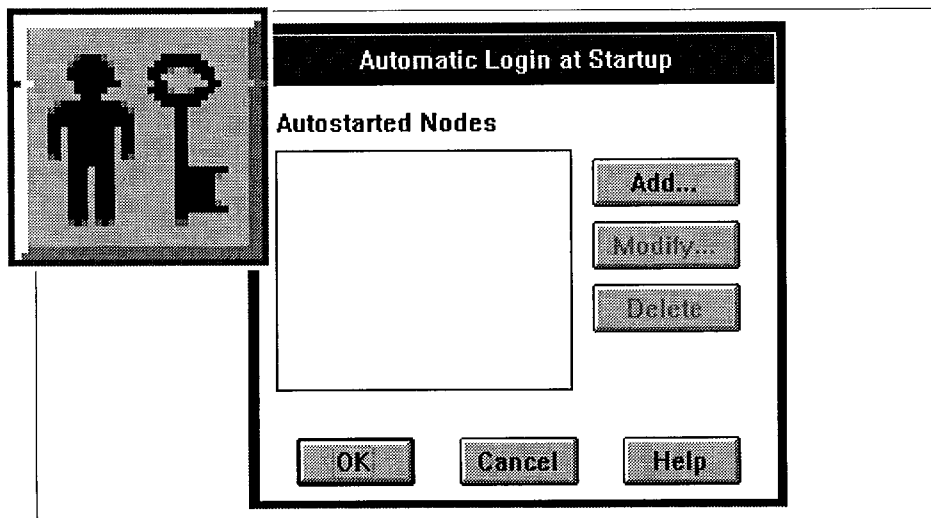

Figure 3-31 Boîte de dialogue Automatic Login at Startup
- 2 Sélectionnez *Autologin* dans le menu *Edit* (Edition) pour afficher la boîte dialogue **Automatic Login at Startup** (connexion automatique au démarrage), voir figure 3-31. Vous pouvez également cliquer sur l'outil *Autologin* en incrustation.